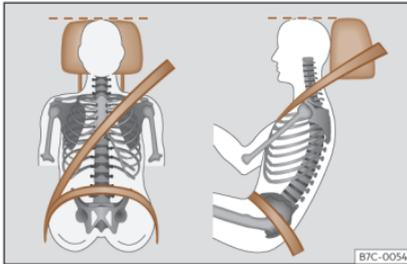

Fig. 14 Banda del cinturón y apoyacabezas ajustados correctamente.
- Ajuste el apoyacabezas¹⁾ de modo que el borde superior quede, en la medida de lo posible, a la altura de la parte superior de la cabeza, en ningún caso por debajo de los ojos. Mantenga la nuca lo más cerca posible del apoyacabezas»» fig. 14 .